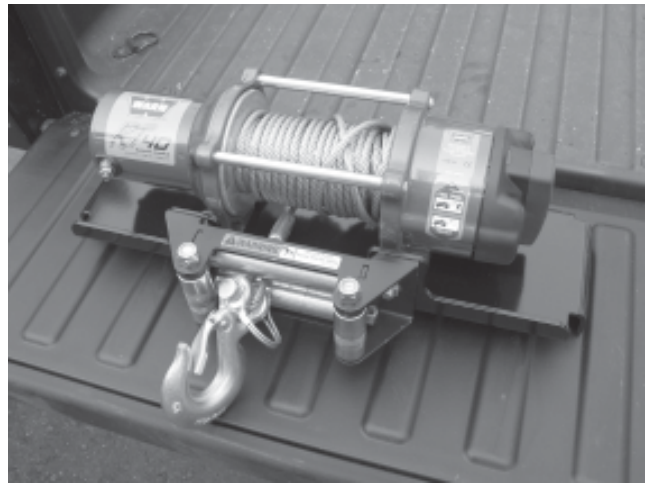

Figure 7
6. Installer le guide-câble à rouleaux sur la surface avant de la plaque de montage, tel qu'illustré à la figure 7, à l'aide du matériel fourni avec le kit du treuil. Monter ensuite le treuil sur la plaque de montage à l'aide du matériel fourni avec le kit du treuil et serrer à 12,5 N-m (17 lb-pi).